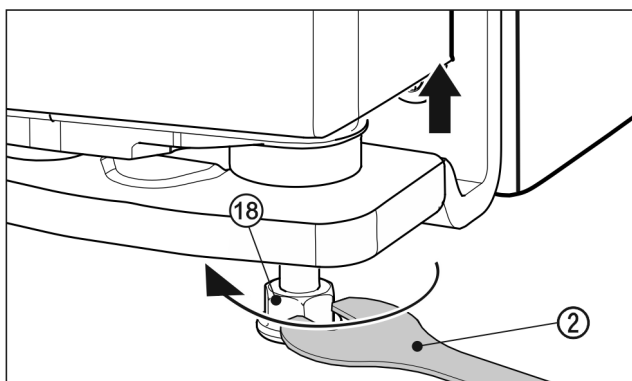

Fig. 26
- Pentru ridicarea ușii, desurubați spre dreapta piciorul de poziționare Fig. 26 (18) cu cheia fixă Fig. 26 (2) livrată până când există contact la podea. Apoi rotiți în continuare până când este deplasată ușa pe înălțime. Bolțul suport este înșurubat complet la livrare.